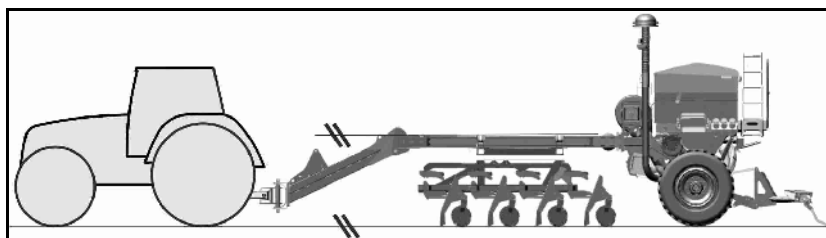

Рис. 95
2. Откройте запорный кран "Высота выравнивателя" (Рис. 95/1) (B).
- Держите шаровой кран (Рис. 95/1) в положении **В**,